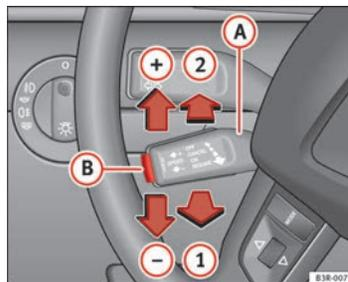

Abb. 143 Bedienelemente der Geschwindigkeitsregelanlage
- Ziehen Sie den Hebel **A** in Position \Rightarrow Abb. 143 **1**, um die Anlage einzuschalten.
⇒ Abb. 143 **(+)**.
⇒ Abb. 143 **(-)**.
⇒ Abb. 143 **(+)** wird die gewünschte Geschwindigkeit um etwa 2 km/h erhöht.
⇒ Abb. 143 **(-)** wird die gewünschte Geschwindigkeit um etwa 2 km/h verringert.
Falls beim vorübergehenden Ausschalten keine gewünschte Geschwindigkeit gespeichert war, können Sie eine neue gewünschte Geschwindigkeit wie folgt speichern: Fahren Sie mit der gewünschten Geschwindigkeit und drücken Sie dann kurz die Drucktaste → Abb. 143 (B) (SET).
- Drücken Sie den Hebel (A) → Abb. 143 in Position (2) (gerastet).